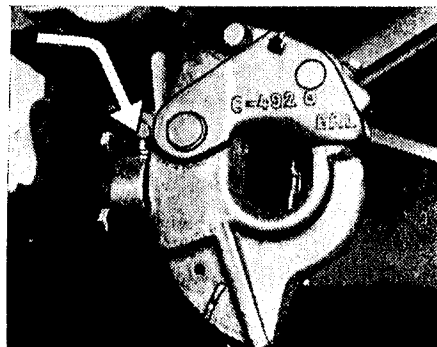

Abb. 65
50. **Anhängerkupplung** nach je 2000 km mit Abschmierfett schmieren (Abb. 65).